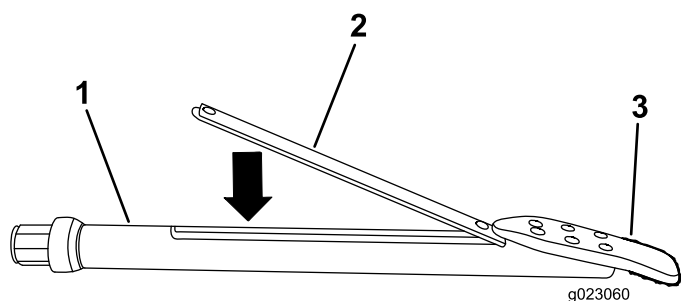

Figure 76
3. Insérez la balise dans le porte-sonde en orientant l'extrémité avant vers l'outil de forage (Figure 76).